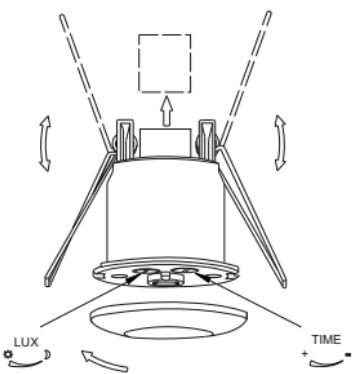

Рисунок 20 – Монтаж
– снять прозрачную крышку, защищающую контактные зажимы (рисунок 20).